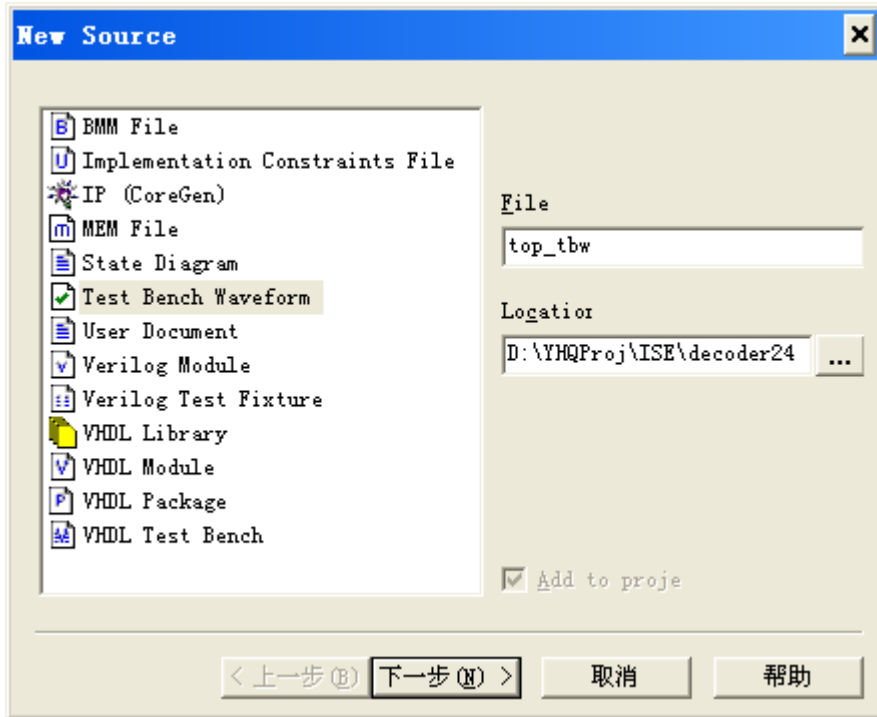

图 10-3-1
- 2、新建一个仿真波形输入文件，点击 Project->New Source...，会出现一个窗口提示我们输入新建资源的名称及类型，我们选择类型为 Test Bench Waveform，文件名为 top\_tbw，如图 10-3-1 所示，点击“下一步”，出现选择与其关联的文件，我们选择 decoder24，其实我们的设计中也只有这一个 VHDL 源文件，点击“下一步”，出现界面给出我们新建文件的信息，点击“完成”；